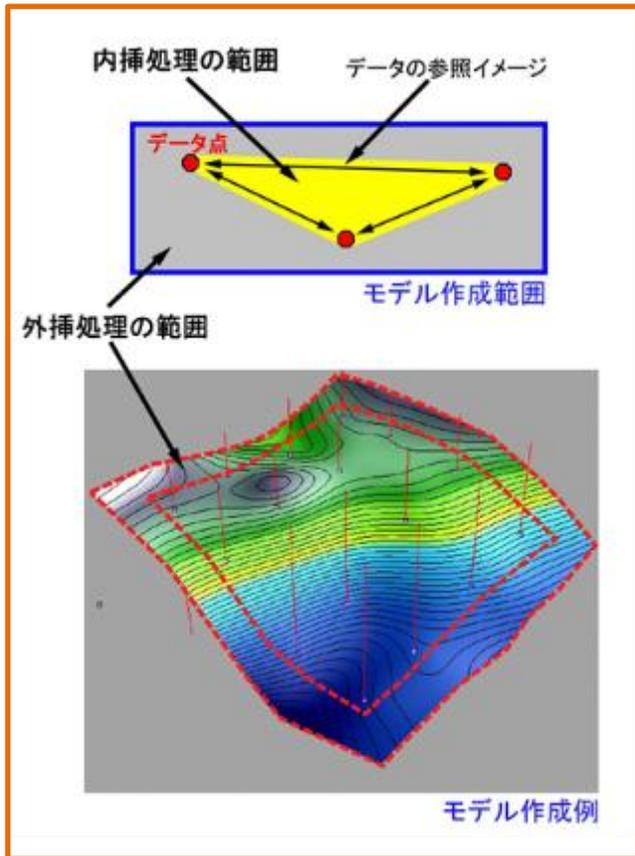
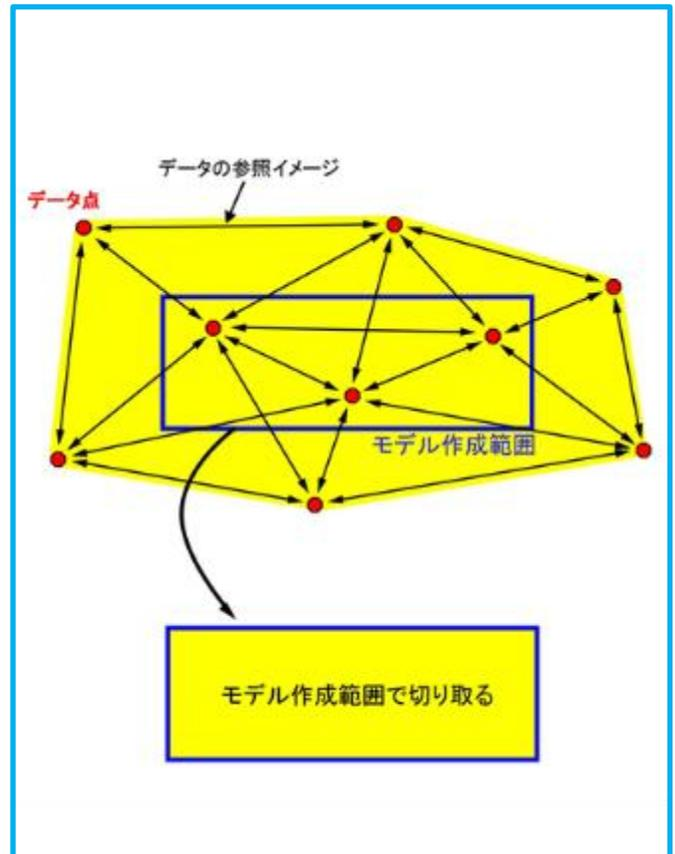

図1 サーフェスモデル形状の発散例※
図2 サーフェスモデルの発散を抑える方法※
- ◆この場合、図1 のようにモデル作成範囲内だけに“データ点”が分布すると、外挿処理範囲の形状が発散します。この発散を極力抑えるため、図2 に示すモデル作成区域外のデータも使い、モデル作成範囲よりも広い範囲で境界サーフェスモデルを計算することが望ましいと考えられます。